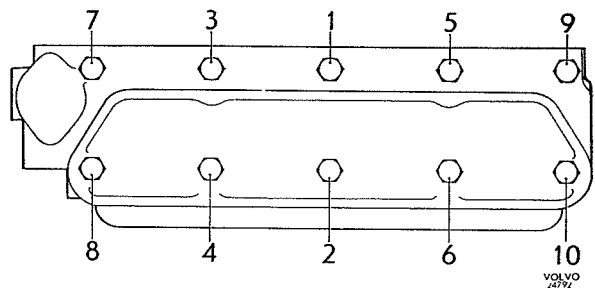
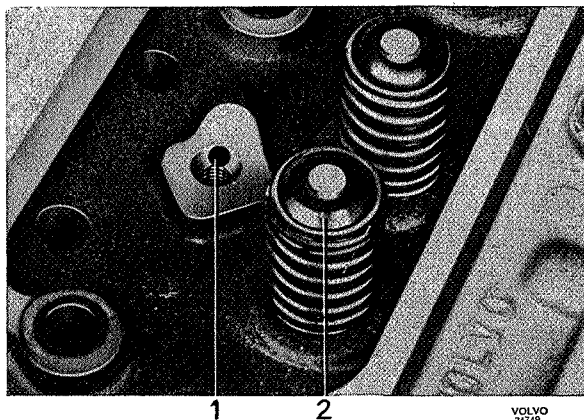
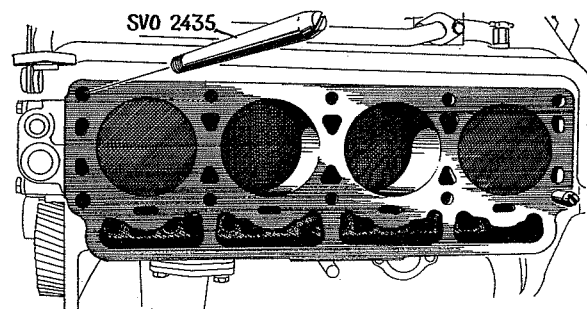

Fig. 2-17. Volgorde van vastzetten van de cilinderkopbouten
Fig. 2-18. Cylinderkop
Fig. 2-20. Geleidepennen voor de cylinderkop
De cylinderkop wordt gemonteerd met behulp van geleidepennen (SVO 2435). De bouten moeten in een zekere volgorde vastgezet worden, zoals Fig. 2-17 laat zien, om onnodige spanningen te voorkomen. Controleer of het oliegat (1, Fig. 2-18) voor het smeren van de tuimelaars open is.
9. Monteer de kleppen. Schroef de geleidepennen SVO 2435 in het blok, één in het gat rechts vóór en de andere in het gat links achter, zie Fig. 2-20. Gebruik een nieuwe cylinderkoppakking en nieuwe afdichtingen voor de waterpomp en monteer
de cilinderkop. Schroef de geleidepennen eruit en monteer ook in deze gaten de kopbouten. Zie voor de volgorde van het vastzetten Fig. 2-17 en voor het aanhaalkoppel onder „Specificaties” aan het einde van het motorgedeelte (blz. 0:8). Monteer de andere onderdelen. Vul met koelvloeistof zoals is aangegeven onder „Het vullen met koelvloeistof nadat het systeem afgetapt is geweest”.
3. Schroef de geleide pennen SVO 2435 in het blok, één in de rechter voorkant en de andere in het linker achterste boutgat; zie Fig. 2-20. Gebruik een nieuwe cilinderkoppakking en monteer dan de cilinderkop. Draai de kopbouten licht aan. Verwijder tenslotte de geleidepennen en monteer ook in deze gaten de kopbouten. Zet de bouten in de juiste volgorde vast en op het juiste aanhaalkoppel; zie Fig. 2-17 en „Specificaties”.